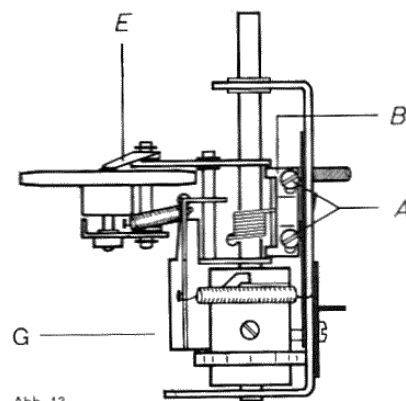
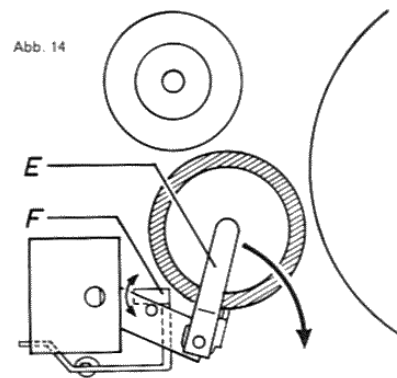
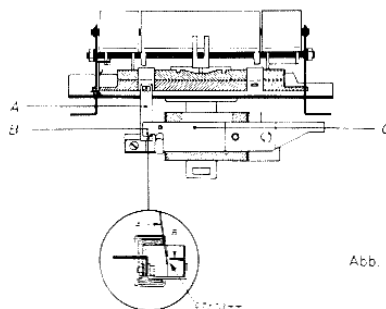

Abb. 13
Abb. 14
Abb. 16
8.2 Einstellung des Reibrades (siehe Abb. 13 und 14)
der Geschwindigkeitswähler ist auf Stellung 19,05 cm/s zu schalten. Nach Lockern der Schrauben (A) (siehe Abb. 13) wird die Brücke (B) so eingestellt, daß das Reibrad die Bedingungen unter Abs. 8.1 erfüllt. Anschließend wird der Geschwindigkeitswähler auf Stellung 9,5 cm/s geschaltet, jetzt muß das Reibrad ebenfalls mit seiner vollen Lauffläche auf der Motorrolle und Schwungmasse laufen, wird diese Bedingung nicht erfüllt, so kann die Motorrolle verschoben werden. Anschließend ist jedoch die Stellung 19,05 cm/s zu prüfen und falls erforderlich zu korrigieren. In der Stellung „0“ des Geschwindigkeitswahlschalters wird durch Biegen des Lappens (F) (siehe Abb. 14) sichergestellt, daß zwischen Motorrolle und Reibrad ein Abstand von 1 mm besteht.
8.3 Austausch des Reibrades (siehe Abb. 14)
9.2 Einstellung (siehe Abb. 13 und 16)
(Zwischenraum $0,7 \text{ mm} \pm 0,3 \text{ mm}$; siehe Abb. 16 im Kreis.) Außerdem muß die Kontaktfeder, welche sich unter dem Netzschalter befindet, so justiert sein, daß sie in der Stellung „0“ des Geschwindigkeitsumschalters durch die Falle (G) (siehe Abb. 13) mit Masse verbunden wird.